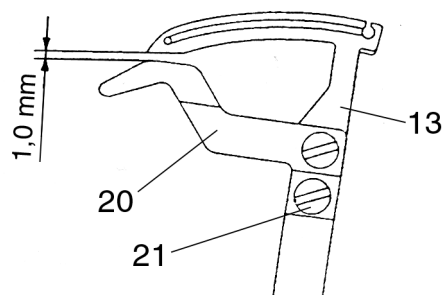

Рис. 41
- Слегка ослабьте крепежный винт 21 (рис. 41).